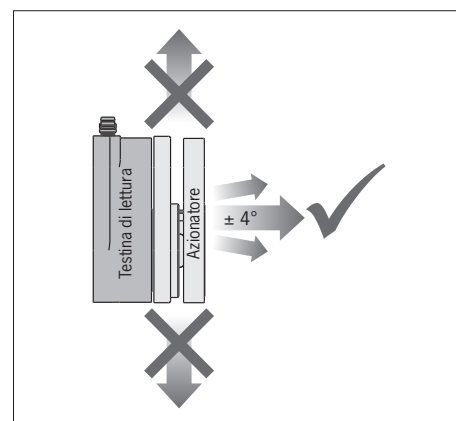

Figura 1: Direzione di azionamento
▶ Aprendo il riparo mobile, l'azionatore deve essere allontanato frontalmente dalla testina di lettura (vedi Figura 1).